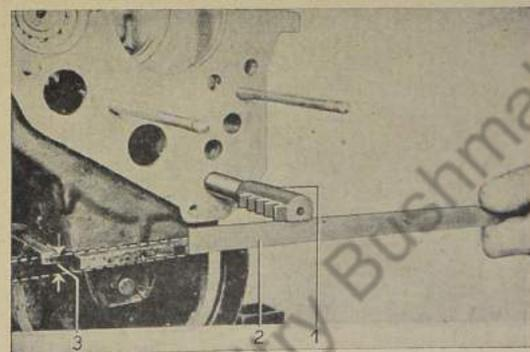

Bild 394: Schaltstange ausrichten
8. Zähne an der Schaltstange (394/1) parallel zur Grundfläche des Getriebes ausrichten (Bild 394).